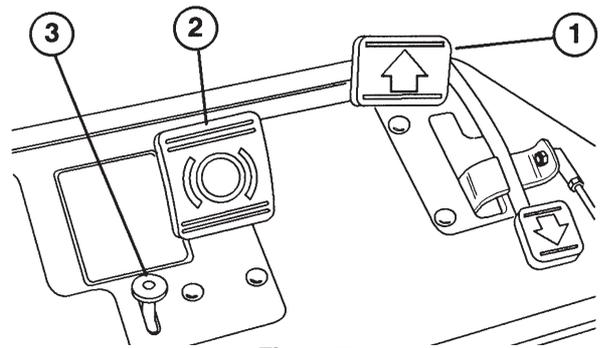
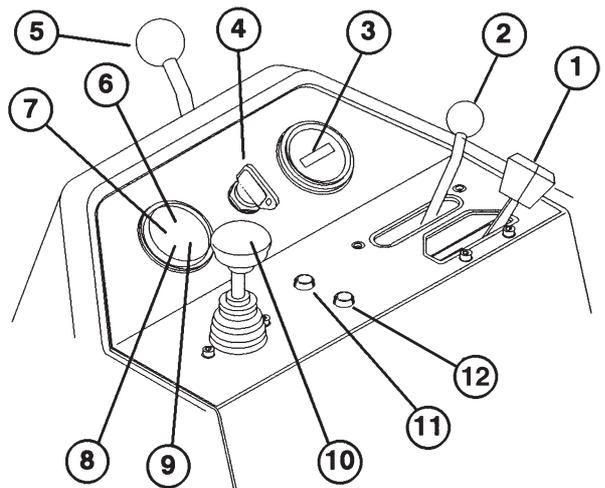

Figure 7
Figure 9
Pédale de déplacement (Fig. 7)—Trois fonctions: commande 1) la marche avant, 2) la marche arrière et 3) l'arrêt de la machine. Appuyer sur le haut de la pédale pour avancer ou sur le bas de la pédale pour reculer, ou pour faciliter l'arrêt en marche avant. Laisser revenir la pédale à la position centrale (point mort) pour arrêter la machine. Ne pas garder le talon appuyé sur le bas de la pédale (marche arrière) lorsque la machine fonctionne en marche avant (Fig. 9).
Pédale de frein (Fig. 7)—Elle actionne un frein mécanique à tambour de type automobile situé sur chaque roue motrice.
Bouton du frein de stationnement (Fig. 7)—Appuyer sur la pédale de frein pour actionner l'ensemble de freinage, puis appuyer sur le petit bouton indiqué, pour maintenir les freins en mode de stationnement. Pour desserrer le frein de stationnement, appuyer sur la pédale de frein. Prendre l'habitude de bloquer le frein de stationnement avant de quitter la machine.
Commande d'accélérateur (Fig. 9)—Permet de régler le régime du moteur. Déplacer la commande vers "FAST" pour augmenter le régime moteur; déplacer la commande vers "SLOW" pour réduire le régime.
Levier de commande de fonctionnement (Fig. 9)—Fournit deux (2) sélections de déplacement, plus une position "POINT MORT". Il est possible d'alternier entre la sélection "tonte" et la sélection "transport" (mais pas le point mort) pendant que la Greensmaster 3250-D est en mouvement, sans pour autant provoquer de dégâts.
Compteur horaire (Fig. 9)—Indique le nombre total d'heures de fonctionnement de la machine. Il se déclenche chaque fois que la clé de contact est tournée en position "ON".
Commutateur à clé (Fig. 9)—Introduire la clé dans le commutateur, la tourner autant que possible dans le sens des aiguilles d'une montre jusqu'à la position "START" (démarrage) pour mettre le moteur en marche. Relâcher la clé dès que le moteur démarre; elle revient alors en position "ON" (contact établi). Tourner la clé dans le sens contraire des aiguilles d'une montre jusqu'à la position "OFF" (contact coupé) pour arrêter le moteur.
Levier de verrouillage de bras de direction (Fig. 9)—Tourner le levier en arrière pour desserrer le réglage, lever ou abaisser le bras de direction au goût de l'utilisateur, puis tourner le levier en avant pour serrer le réglage.
Témoin de surchauffe du liquide de refroidissement (Fig. 9)—Ce témoin, s'allume et le moteur est immédiatement coupé lorsque la température du liquide de refroidissement est trop élevée.
Témoin de présence d'eau dans le carburant (Fig. 9)—Ce témoin s'allume lorsque la présence d'eau est détectée dans le carburant.
Bouton de commande manuelle après surchauffe (Fig. 9)—Si le moteur est coupé en raison d'une surchauffe, appuyer sur ce bouton et le maintenir enfoncé jusqu'à ce qu'il soit possible de déplacer la machine en lieu sûr où elle pourra refroidir.
Témoin de préchauffage (Fig. 9)—S'allume pour indiquer que les bougies de préchauffage sont sous tension.
Témoin de charge (Fig. 9)—S'allume si la charge de batterie est basse.
Témoin de pression d'huile (Fig. 9)—S'allume si la pression d'huile moteur devient dangereusement basse.
Levier de relevage/descente/tonte (Fig. 9)—Lorsque la machine fonctionne, déplacer le levier en avant pour abaisser les unités de coupe et démarrer les cylindres. Ramener le levier en arrière pour arrêter les cylindres et relever les unités de coupe. Les cylindres peuvent être arrêtés pendant le fonctionnement en ramenant momentanément le levier en arrière, puis en le relâchant. Déplacer le levier en avant pour redémarrer les cylindres.